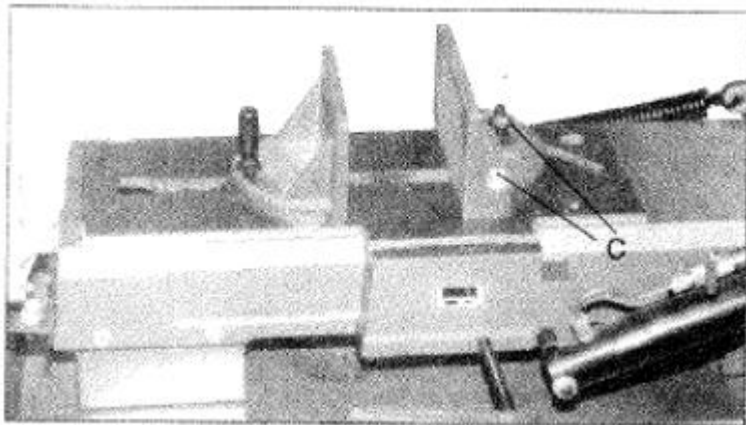

Рис.7
1. Удалить узлы винтов и гаек (С, рис. 7).
2. Установить тиски и заново затянуть винты и гайки (рис. 7).